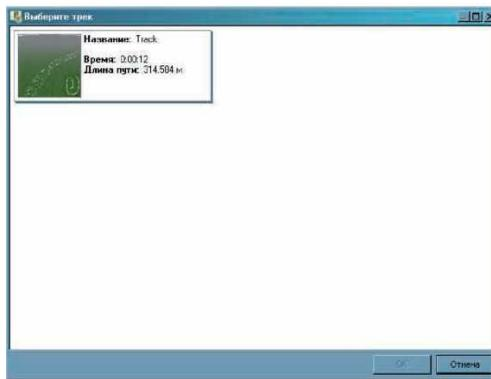

Рис.18. Меню «Выберите трек»
1. Выберите элемент меню *Запись - Проиграть трек*. Откроется диалоговое окно (рис. 18):